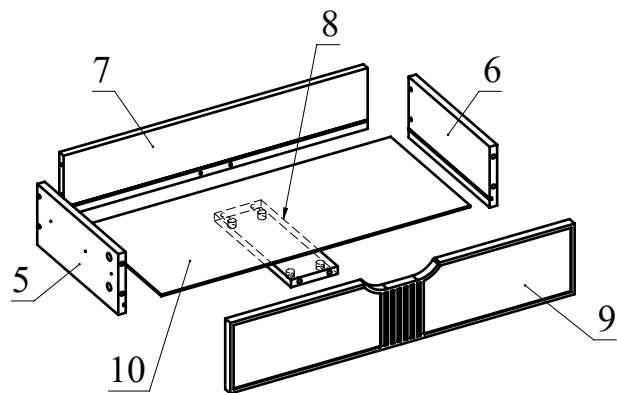

Рис.6
4. Соберите ящик. Соедините детали 5, 6 с деталью 7 с помощью конфирматов. Вставьте деталь 10 (ДВП) в пазы деталей 5, 6, 7. Соедините деталь 8 с деталью 7 и затяните головки минификсов. Установите фасад ящика 9 на детали 5, 6 и зафиксируйте, повернув конфирматным ключом головки минификсов по часовой стрелке до упора (Рис. 6).